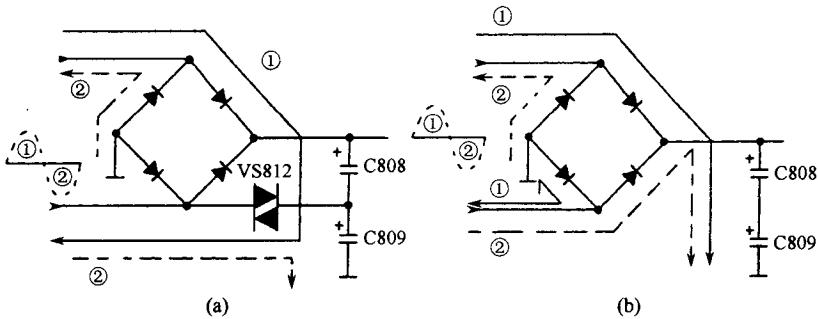

图 1-3 松下 M16 画王机芯系列大屏幕彩电整流电路的等效图
由整流二极管 VD818 和齐纳二极管(稳压二极管)VD828 等元器件组成了输入电压检测器。接通电源后, 交流电压先经 VD818 和 C840 进行半波整流、滤波, 在 C840 上产生直流电压, 经 R843、R846 分压后, 加给稳压二极管 VD828 的稳压值为 1.5V。当输入交流电压低于 160V 时, VD818 半波整流电压经分压后, VD828 的稳压值低于 1.5V, 则导致 VD828 截止, 于是 VT814 也截止, 而 VD823 导通, VT811 导通, 双向晶闸管 VS812 有了经 R842、R841、VT811 的 c-e 结的通路而随之导通, 构成如图 1-3(a)所示的等效电路。
在图 1-3 中, 当交流输入电压的正半波在方向①时, 电路按实线所示电流方向流动, 经晶
如图 1-2 所示,当交流电压等于或高于 160V 时,经 VD818 半波整流,并由 R843、R846 分压得到的直流电压大于 1.5V,则 VD828 导通,同时导致 VS814 导通,使其集电极(c 极)电压降低。这样,使二极管 VD823 截止,VT811 也截止,因触发通路中断,则双向晶闸管 VS812 截止,使整流电路转换为桥式全波整流形式,其等效电路如图 1-3(b)所示。当交流输入电压为正半波在方向①时,整流电流按图中实线方向流动,对 C808、C809 充电;当交流输入电压为负半波在方向②时,整流电流按图中虚线方向流动,对 C808、C809 充电,实现桥式全波整流功能。